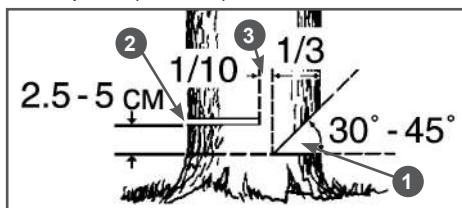

Рис. 14 Расположение запила, пропила и недопила
- Начните пилить с той стороны дерева, куда оно должно упасть (Рис. 14). Сделайте запил 1 с той стороны, куда должно упасть дерево, глубиной примерно 1/3 диаметра ствола и под углом от 30 до 45 градусов (Рис. 14). Линия стыка двух пропилов, образующих запил, называемая направляющей линией, должна располагаться как можно более горизонтально и под углом 90 градусов к направлению валки.
жен оставаться недопил 3 примерно 1/10 диаметра ствола. Вставьте своевременно клин в пропил 2 (Рис. 14). Недопил 3 действует как шарнир и позволяет контролировать падение дерева (Рис. 14).
Ни в коем случае не допиливать до конца недопил 3 (Рис. 14), так как вы не сможете контролировать направление падения дерева.